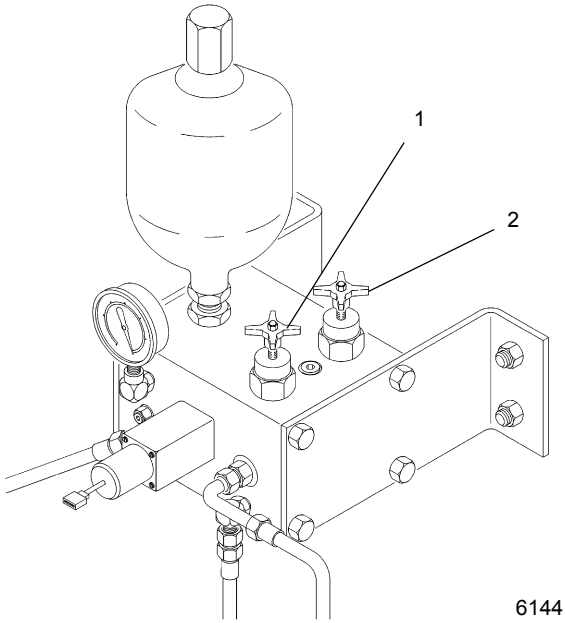

FIGURA 3-33
10. Abra la válvula de alivio del freno de giro (2) girándola en sentido contrahorario.
11. Abra y cierre las válvulas FC1 y FC2, como se muestra en la Figura 3-33,